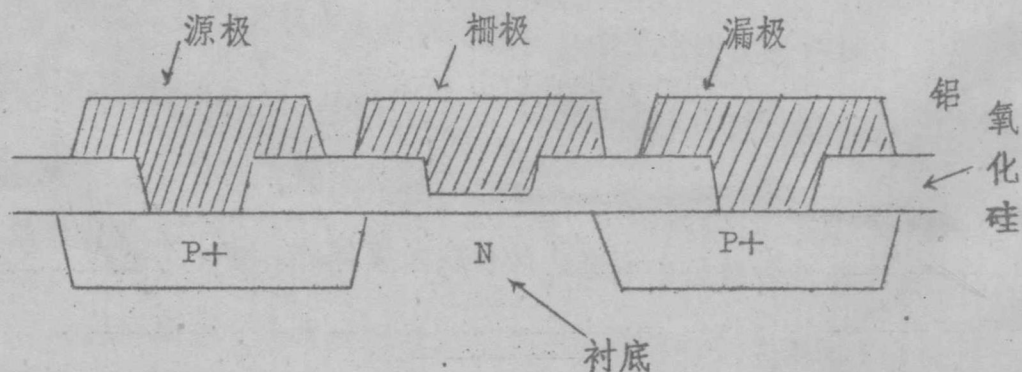

图 1-5 MOS场效应晶体管
• MOS FET 其基本结构如图 所示，和双极器件一样它是在一块p型或n型硅衬底上形成的。图1-5所示为一块n型硅衬底，独立的源极区和漏极区被扩散到衬底内，然后复盖以绝缘的氧化层并进行腐蚀，最后进行金属化以形成电连接。场效应晶体管的工作是通过场效应来实现的，这种场效应是在源极与漏极之间的沟道内由栅极上的电压产生的。另一种重要的MOS晶体管结构是硅栅MOS器件。